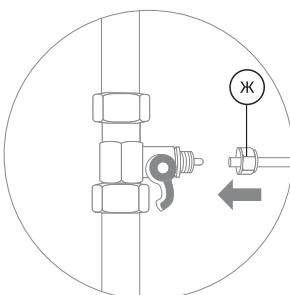
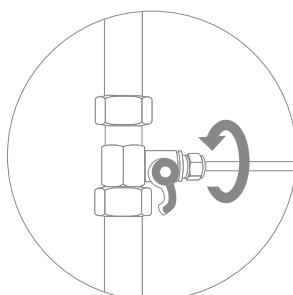

Рис. 8
Рис. 9
2. В гайку (Ж) проденьте зеленую трубку (рис. 8). Конец трубы наденьте на штуцер адаптера-вентиля до упора и плотно накрутите гайку (рис. 9).